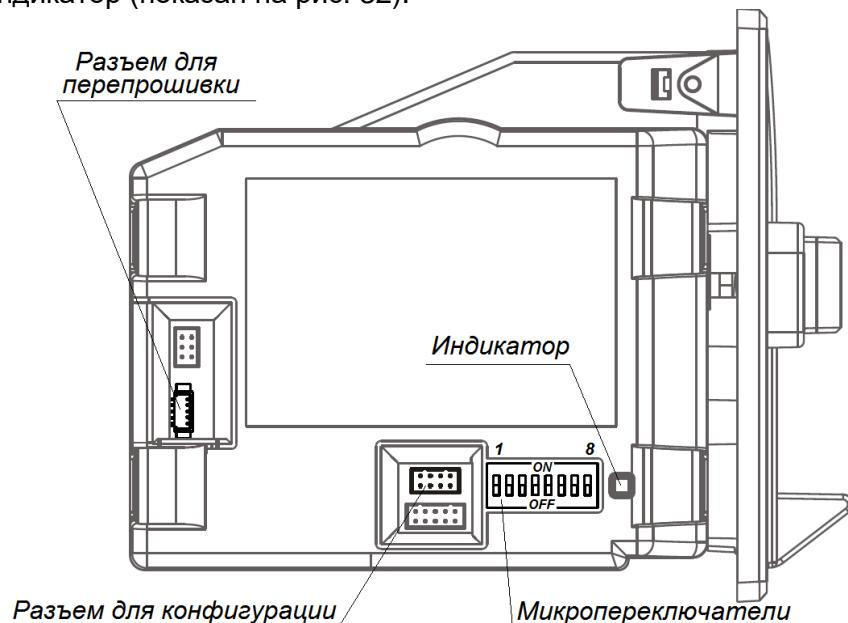

Рисунок 32. Расположение разъемов
- Подключите монетоприемник к СОМ-порту ПК при помощи кабеля ***WEL-R7U06*** (имеется в комплекте поставки), разъем для подключения расположен на боковой панели монетоприемника (см. рис. 32).
- Подайте питание на монетоприемник (контакты 1 и 2 клеммной колодки ***XTU4***, см. рис. 23). Загорится индикатор (показан на рис. 32).